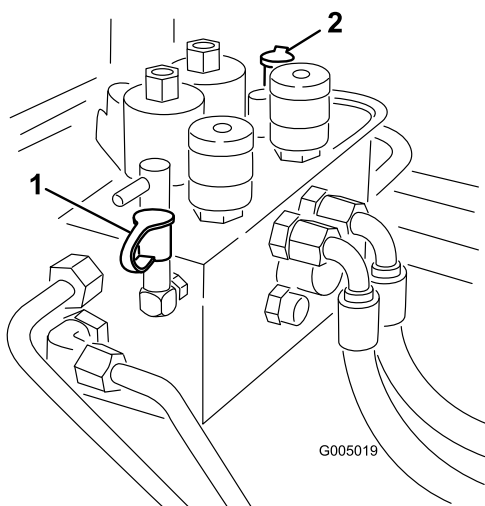

Figure 76
2. La prise d'essai B (Figure 76) est utilisée dans les contrôles de dépannage du circuit hydraulique des unités de coupe avant.
3. La prise d'essai B (Figure 76) est utilisée dans les contrôles de dépannage du circuit hydraulique des unités de coupe arrière.